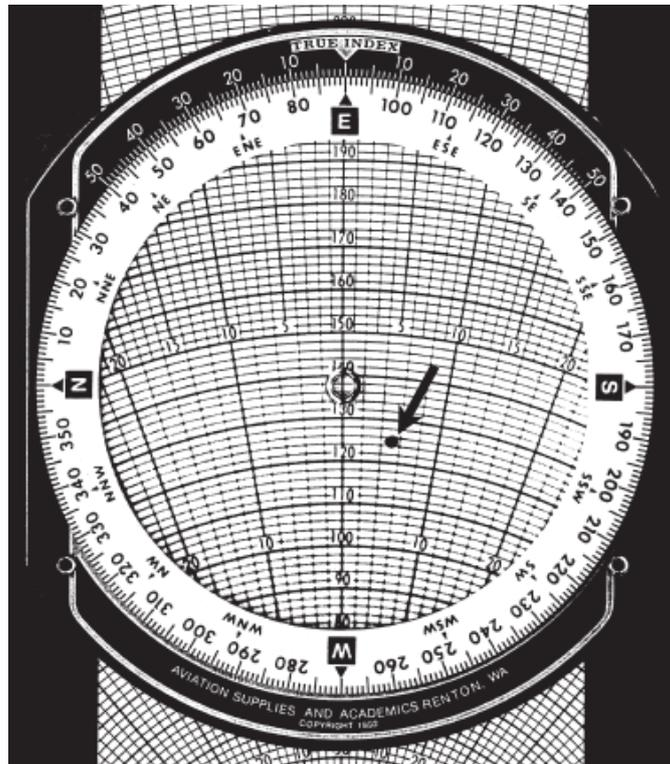

Figure 23
4. Déplacez le curseur jusqu'à ce que le vent tombe sur l'arc 125 nœuds (voir la figure 23).